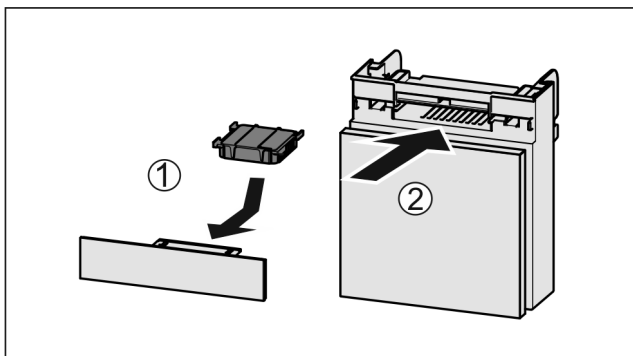

Fig. 124
- ▶ Vložte aktívny uhlíkový filter podľa obrázka Fig. 124 (1).
- ▶ Zasuňte zásuvku Fig. 124 (2).